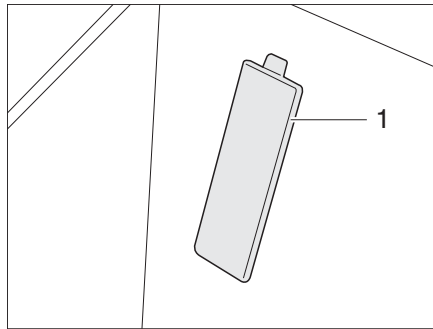

Bild 318 Täckplatta chassinummer (basfordon Fiat)
- ▷ På fordon med Fiat-chassi sitter chassinumret bakom en täckplatta (Bild 318,1) vid ingången på passagerarsidan.